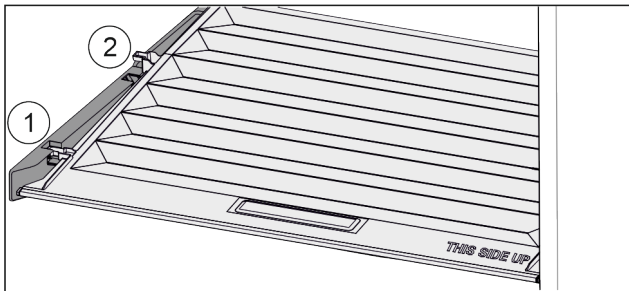

Fig. 73
- ▶ Deckel bis zur Öffnung in den Halteteilen nach vorne ziehen Fig. 73 (1).
- ▶ Hinten von unten anheben und nach oben wegnehmen Fig. 73 (2).